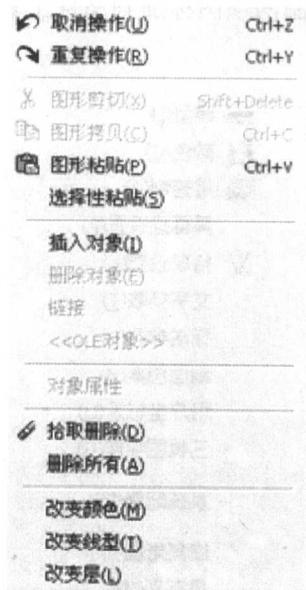

图 1-4 编辑下拉菜单
(2) 编辑 该菜单项主要用于对绘制图形对象进行编辑，功能包括取消操作、重复操作、图形剪切、图形复制、图形粘贴、选择性粘贴、插入对象、删除对象、链接、对象属性、拾取删除、删除所有、改变颜色、改变线型和改变层等命令，图 1-4 所示为“编辑”下拉菜单。